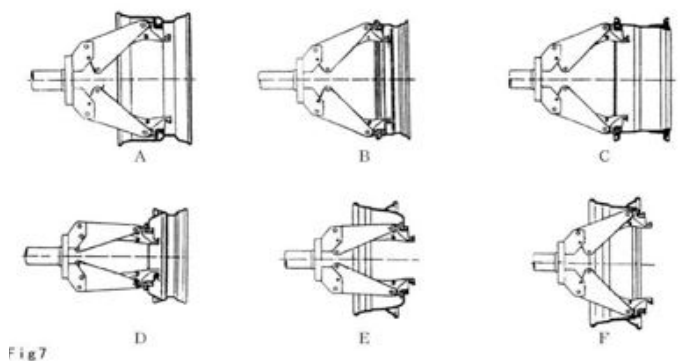

Fig7
- Denne maskine er egnet til fælg på 14-26" med centerhul på min. 120 mm op til 700 mm. Da fælgtyperne varierer, varierer også fastspændingsmetode og -position. Se Fig7. Placer dækket lodret på dækholderen. Tryk kontrolhåndtaget for at løfte dækket let og tryk derefter klo-kontakten til højre for at fastspænde dækket og fælgen solidt og løft dem til arbejdsposition